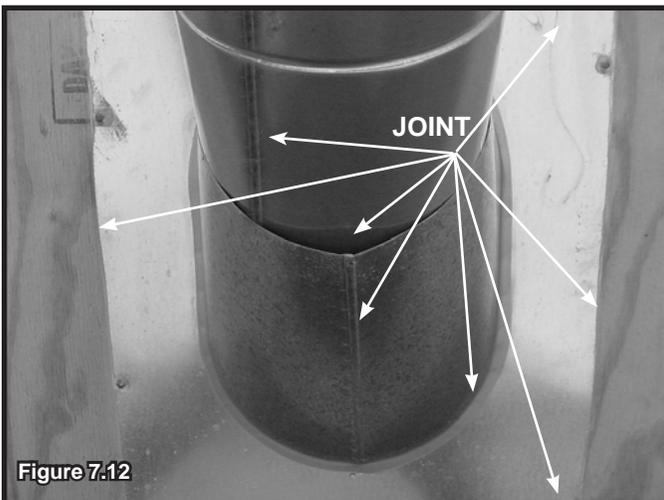

Figure 7.12
- Glissez le solin sur le conduit sortant du toit, comme indiqué à la figure 7.12.
- Scellez le périmètre du solin où il entre en contact avec la surface du toit. Voir la figure 7.12.